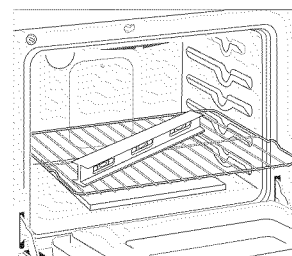

Figura 9
3. Verifique si la cocina está nivelada colocando una parrilla en el centro del horno y poniendo un nivel sobre esta (Figura 9).
2. Ponga un nivel sobre la parrilla (Figura 9). Tome dos lecturas con el nivel puesto diagonalmente en una dirección y después en la otra. Nivele la estufa, si es necesario, ajustando las 4 patas niveladoras con una llave de tuercas (Figura 18).